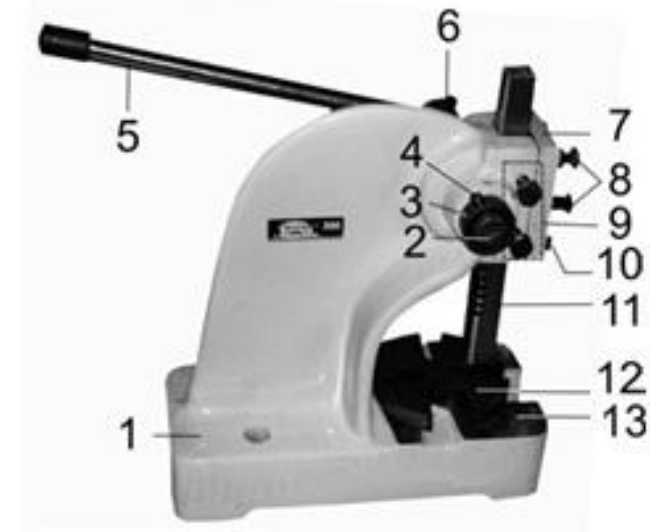

Рис. 2
6.1. Пресс состоит из следующих сборочных единиц и деталей (Рис. 2):
#### 7. СБОРКА (Рис. 2)
Закрепите пресс на прочной и устойчивой рабочей поверхности верстака с помощью болтовых соединений (не комплектуется) через отверстия в основании (1), Рис. 2.
#### 9. РЕГУЛИРОВКИ (Рис. 2)
**11.2. Смазка (Рис. 2)**